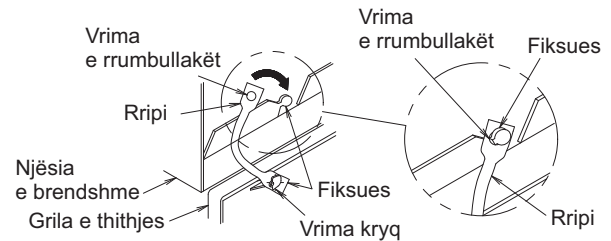

Fig. 38
- Kur të montoni grilën e thithjes, varni litarin e grilës së thithjes në pjesën e varjes në njësinë e brendshme, që tregohet në fig. 38.